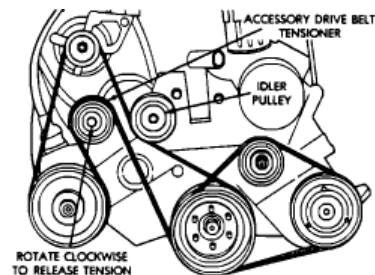

Figure 2
5. Release the serpentine belt tension using a serpentine belt tensioner release tool with the 15mm adapter or a 15mm box end wrench to rotate the tensioner arm in the clockwise (down) direction (Figure 2). Remove serpentine belt and discard.
5. Supprimer la tension sur la courroie serpentine – utiliser l'outil spécial approprié avec l'adaptateur de 15 mm, ou une clé polygonale de 15 mm, pour faire tourner le bras de tensionnement dans le sens horaire (abaissement) – voir la figure 2. Enlever et jeter la courroie serpentine.